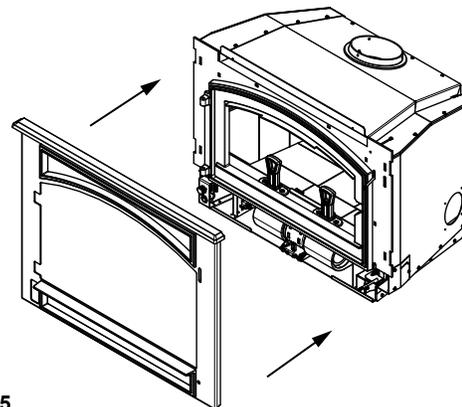

Figure 20.5
5. Réinstallez l'encadrement en avant de l'appareil (**Figure 20.5**).